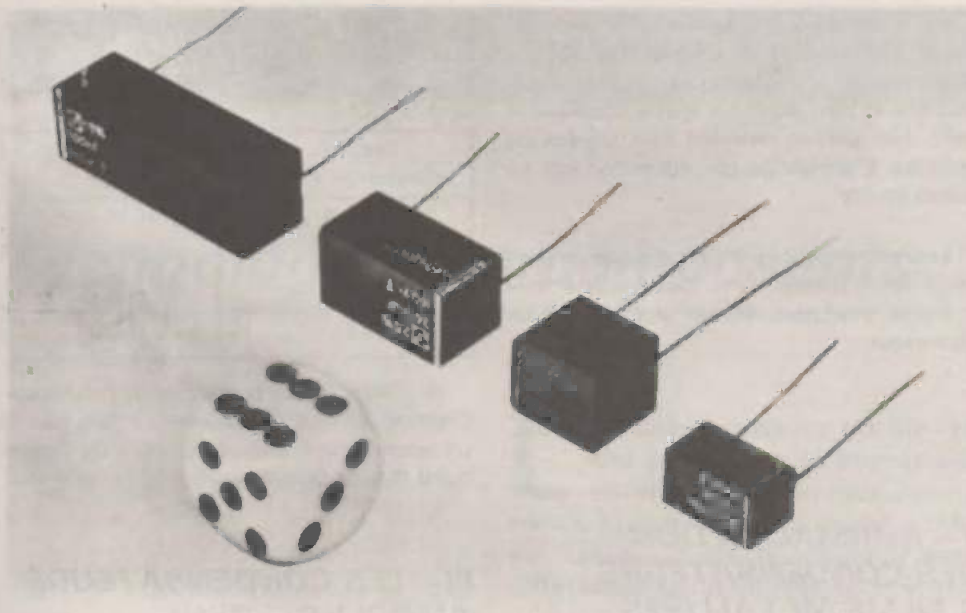

Fig. 3. – Condensateurs au polystyrène enrobés étanches (Telefunken).
– Enrobés étanches en boîtiers cylindriques ou parallélépipédiques (fig. 3).